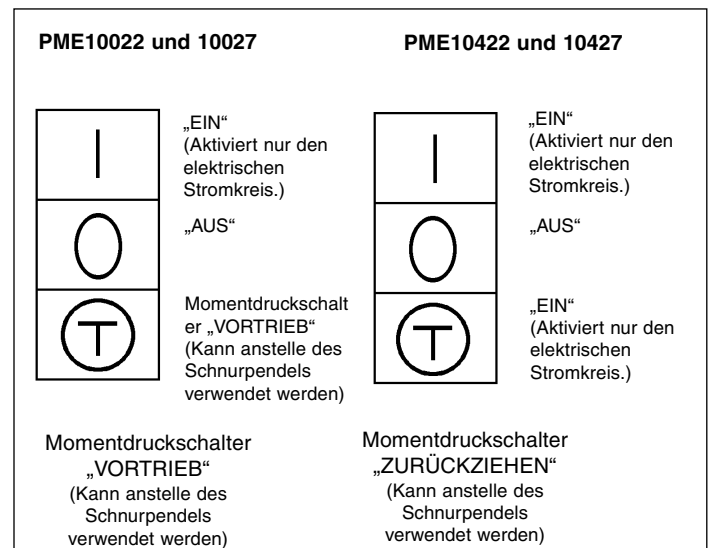

Abbildung 5 - Pumpenschalterpositionen
- Sicherstellen, daß der Pumpenschalter auf „AUS“ steht. (Siehe Abb. 5)